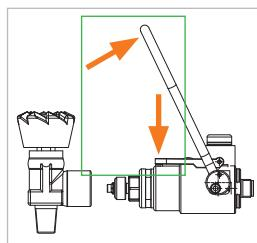

Abbildung 4
▶ Halten Sie die Arretierung (Pos. 8) nach unten gedrückt und klappen Sie anschließend die Betätigung (Pos. 1) nach oben (*Abbildung 4*). Die Spannzangen fallen zusammen.